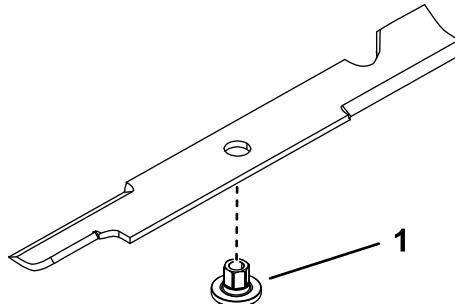

**Figure 91**
2. Vérifiez l'équilibre de la lame en la plaçant sur un équilibrEUR (Figure 91).